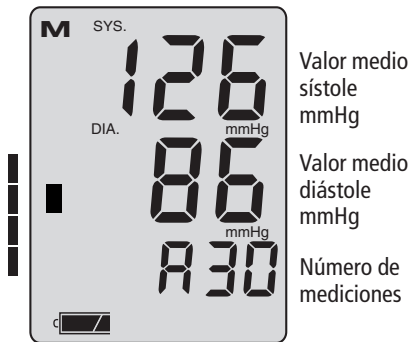

Figura 6
- ➔ Con el aparato apagado, puede obtener el valor medio de 30 medidas almacenadas simplemente presionando el botón « M » hasta que aparece el valor medio de todas las medidas almacenadas (sistólicas y diastólicas). El <pulse> pantalla muestra el número de mediciones almacenadas (véase figura 6)
En el borde izquierdo de la pantalla aparece un cuadrado oscuro (véase figura 6) a la altura correspondiente al valor medio de la tensión arterial.